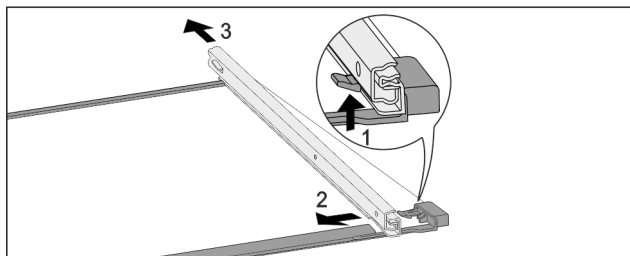

Fig. 157 Steklена plošča z vodili
- ▶ Sprednji zaskočni kaveljček potisnite navzgor. Fig. 157 (1)
- ▶ Izvlačno vodilo potisnite Fig. 157 (2) na stran Fig. 157 (3) in nazaj.